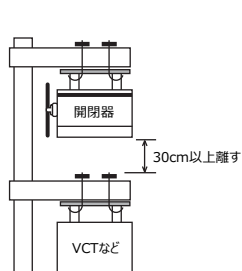

図 6
- ④開閉器の下にVCTなどを取付けられる際は、開閉器底面より30cm以上離してください。(図6)